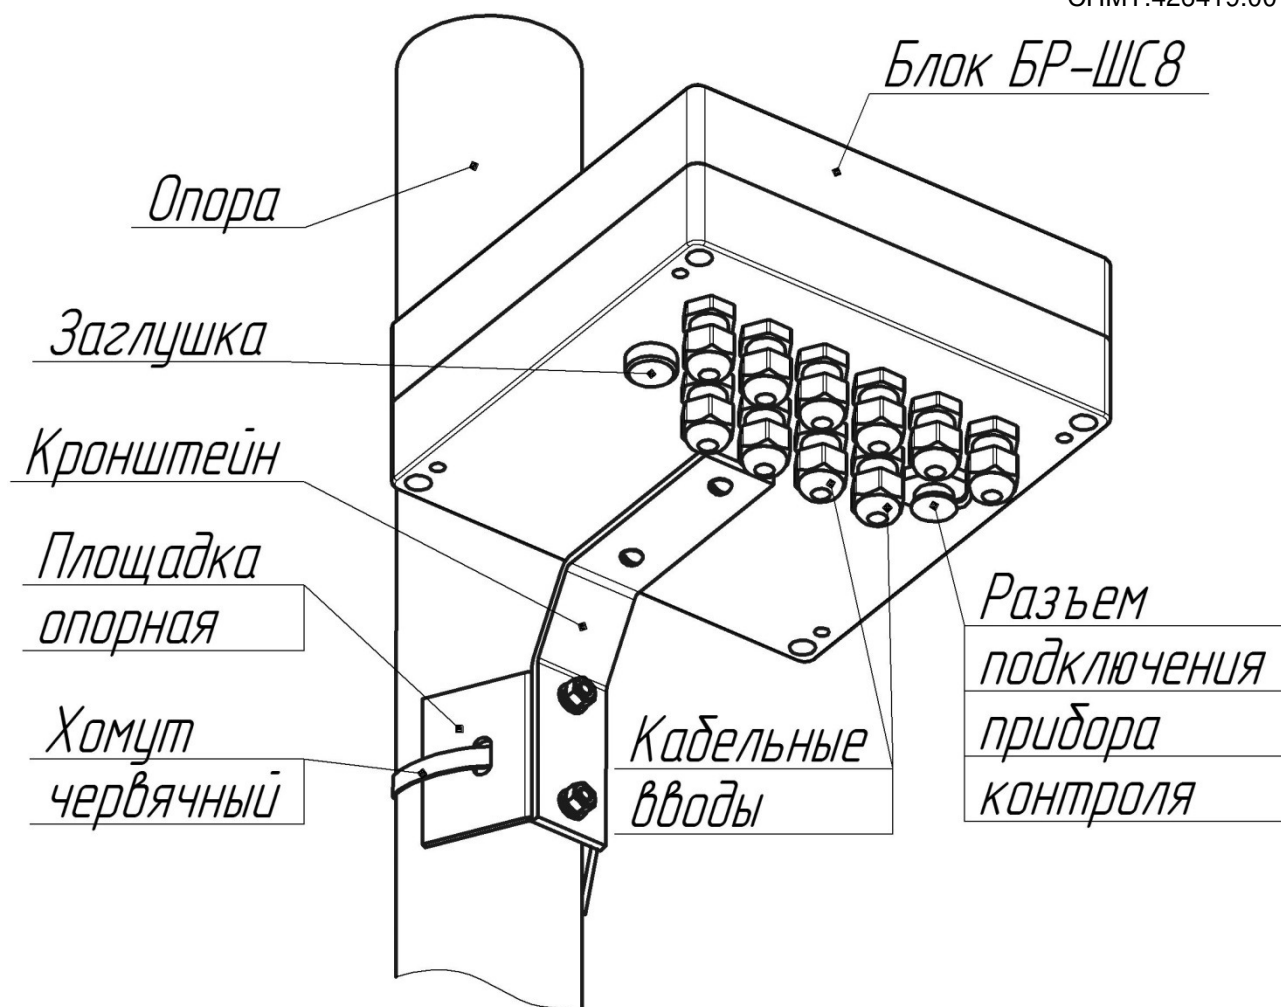

Рисунок 1 – Крепление блока БР-ШС8 на опоре
1.17.2 Крепление блока БР-ШС8 на круглой опоре диаметром от 50 до 90 мм производится при помощи хомута 60-110 мм, входящего в комплект поставки (рисунок 1). Крепление блока БР-ШС8 на плоскую поверхность производится при помощи дюбелей и шурупов, входящих в комплект поставки. Площадка опорная при этом должна быть предварительно демонтирована.